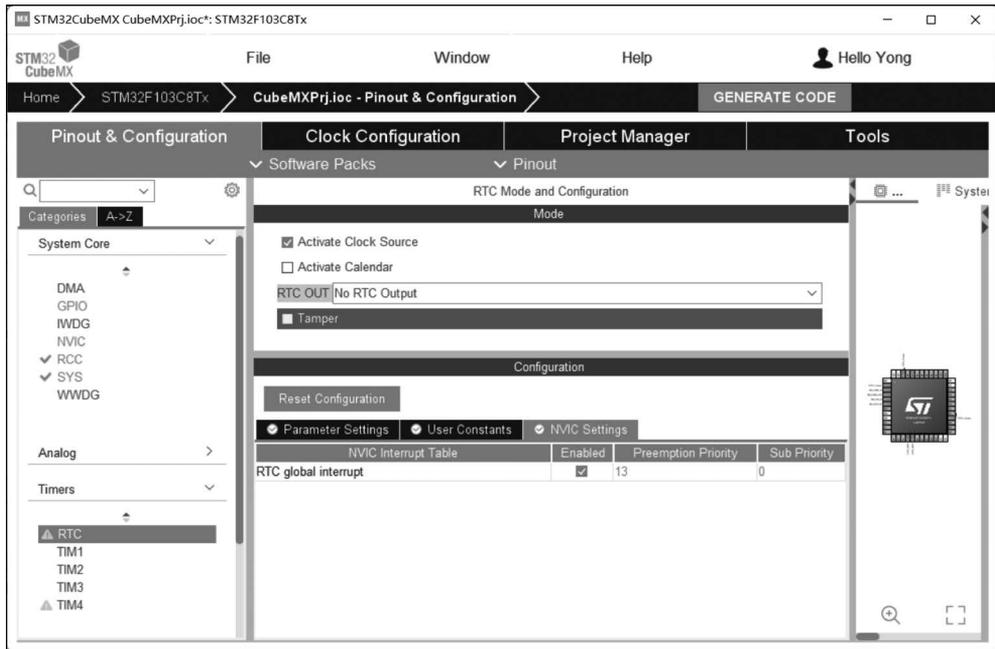

图 5-12 RTC 配置窗口
(1) 在工程 HPrj02 的基础上,新建工程 HPrj05,保存在目录 D:\STM32F103C8T6HAL\HPrj05 下。此时的工程 HPrj05 与工程 HPrj02 完全相同。
(2) 在 STM32CubeMX 中,选中 RTC,如图 5-12 所示。
在图 5-12 中,选中 Activate Clock Source 表示为 RTC 提供时钟,然后,选中 RTC global interrupt,开放 RTC 中断,并设置其中断优先号为 13(通过选中左侧的 NVIC 进行配置)。然后,单击 GENERATE CODE 生成 CubeMXPrj 工程。